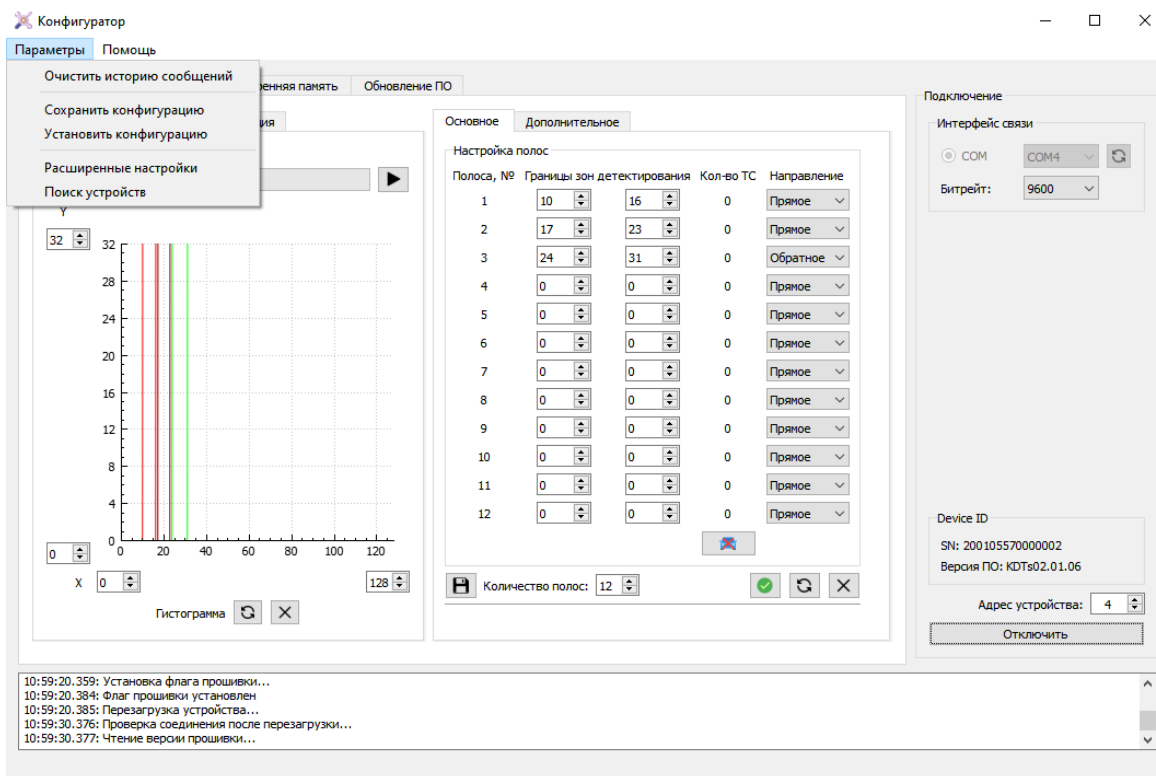

Рисунок 3.26 – Меню параметров приложения
3.7.14.1 В панели меню «Параметры» (рисунок 3.26) имеется возможность очистки сообщений в области журнала событий, появляющихся в ходе работы